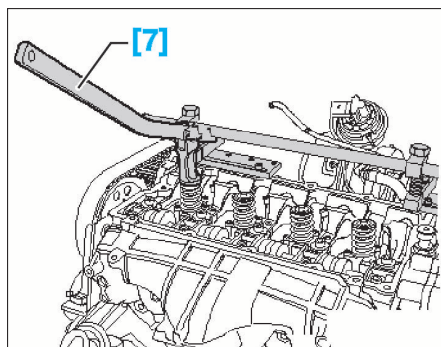

FIG. 51
- [7]. Lève-soupape (ref. 541/1A et 541/5) (Fig.51).
- Mettre en place l'outil [7] (Fig.51).